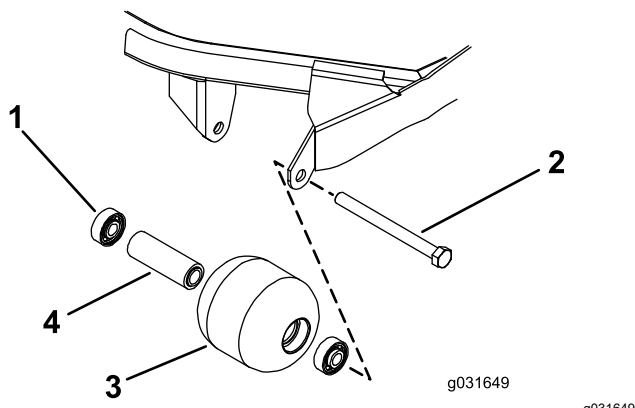

Figura 71
1. Retire el perno de montaje del rodillo (Figura 71).
- Inspeccione el alojamiento del rodillo, los cojinetes, y el espaciador del cojinete (Figura 71).
- Haciendo presión solamente sobre el anillo de rodadura exterior, o de forma igual sobre el anillo exterior y el interior, introduzca el primer cojinete en el alojamiento del rodillo (Figura 71).
- Introduzca el espaciador (Figura 71).
- Haciendo presión solamente sobre el anillo de rodadura exterior, o de forma igual sobre el anillo exterior y el interior, introduzca el segundo cojinete en el alojamiento del rodillo hasta que entre en contacto con el espaciador (Figura 71).